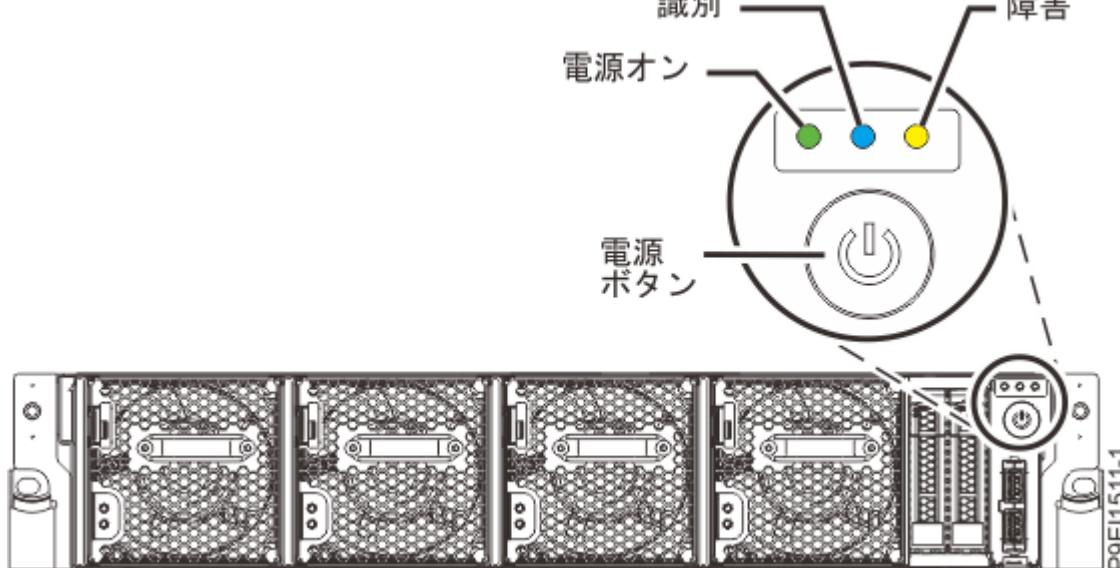

図 39. 電源ボタン
- 電源オン LED (81 ページの図 39 を参照) が明滅している。ライトが明滅している場合、装置にスタンバイ電源が供給されていることを示します。
- 81 ページの図 39 に示す電源ボタンを押します。